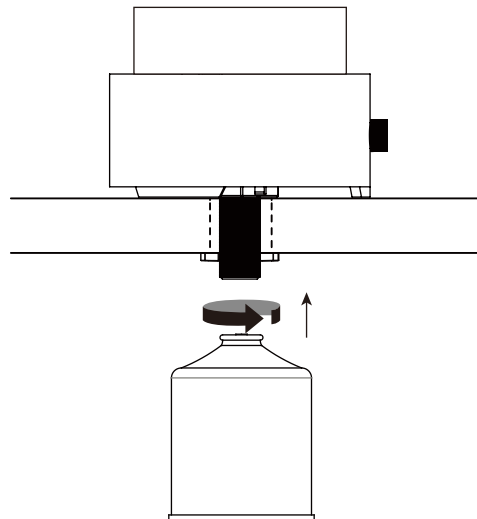

Abbildung 5
5. Drehen Sie die Gasflasche im Uhrzeigersinn, so dass sie zusammenpasst - ziehen Sie sie mit den Händen fest. Achten Sie beim Einschrauben der Gasflasche darauf, dass Sie das Gewinde nicht überdrehen (Abb. 5).